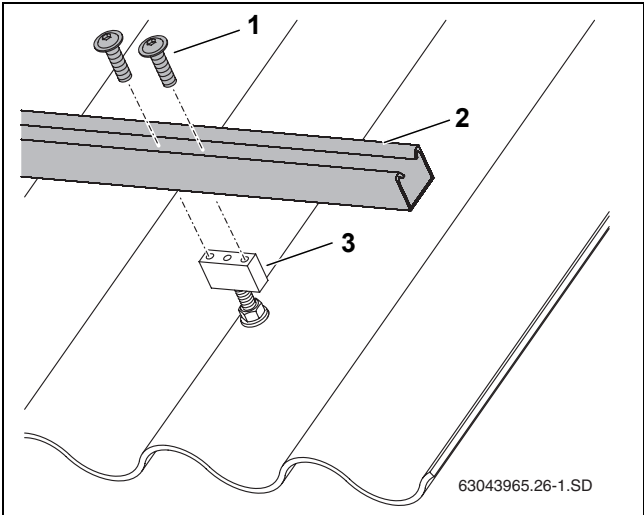

Fig. 25 Fijación del perfil guía al taco de retención
- Fije los perfiles guía (Fig. 25, [2]) con dos tornillos (Fig. 25, [1]) cada uno.